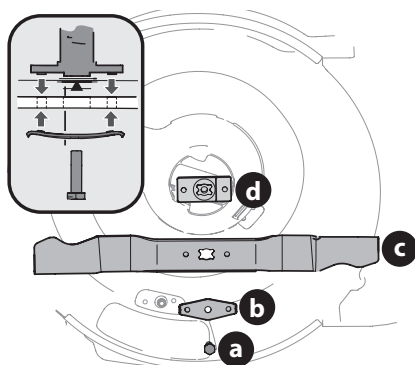

Figura 41
4. Retire el perno (a) y el soporte de campana de la cuchilla (b) que sostienen la cuchilla y el adaptador de la cuchilla al cigüeñal del motor (Figura 41).
5. Retire la cuchilla (c) y el adaptador de la cuchilla (d) del cigüeñal (Figura 41).
7. Lubrique el cigüeñal del motor y la superficie interna del adaptador de la cuchilla con aceite ligero. (recuadro de la Figura 41).